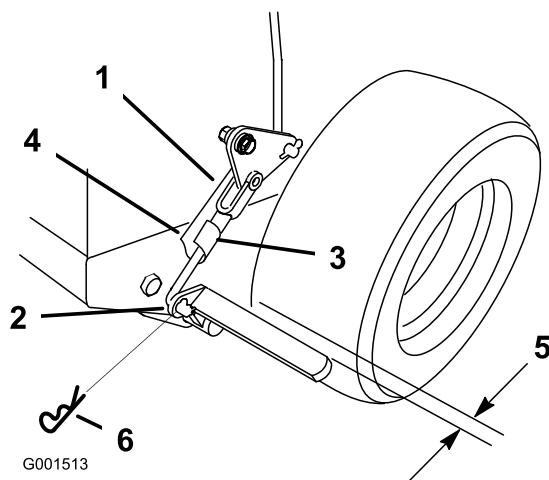

Figure 48
3. Enlevez la goupille fendue élastique de la biellette de frein inférieure (Figure 48).
4. Tournez la biellette de frein inférieure dans le sens horaire dans la chape pour serrer le frein de stationnement; tournez la biellette de frein dans le sens antihoraire hors de la chape pour desserrer le frein de stationnement (Figure 48).
Remarque: Un espace d'environ 6 mm (1/4") doit exister entre le pneu et la barre plate lorsque le frein de stationnement est desserré (Figure 48).
5. Fixez la biellette inférieure au levier de frein inférieur avec la goupille fendue et l'axe de chape (Figure 48).